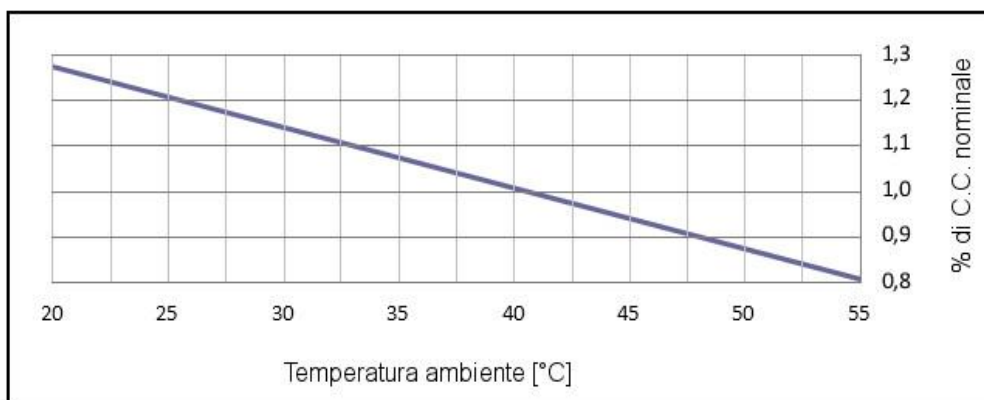

Fig. 7-Declassamento in funzione della temperatura
- Temperatura funzionamento: $0 \div 40^{\circ}\text{C}$ (vedere curva di declassamento fig.7)